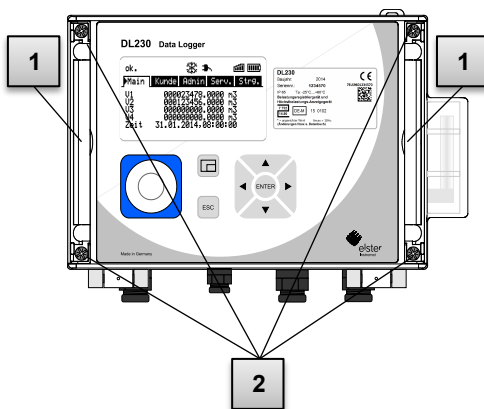

Abb. 26
8. Schließen Sie das Gehäuse mit Hilfe der vier Gehäusedeckelschrauben (Abb. 26, Pos. **2**).